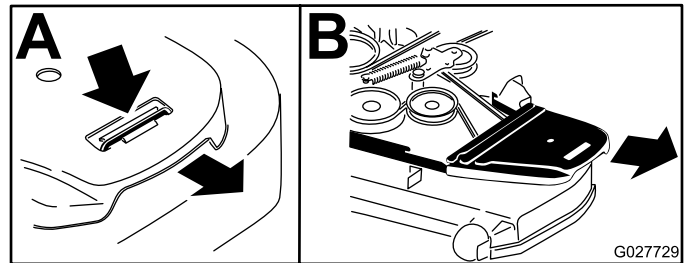

**Figure 76**
8. Vérifiez si un espace est visible entre le support en L et la butée de tringlerie (Figure 76).